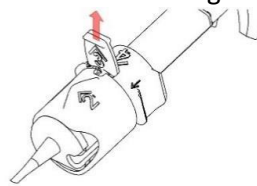

Fig. 2b
6. Rimuovere ed eliminare il blocco di sicurezza rosso indicato con il numero '3' (Fig. 2b).